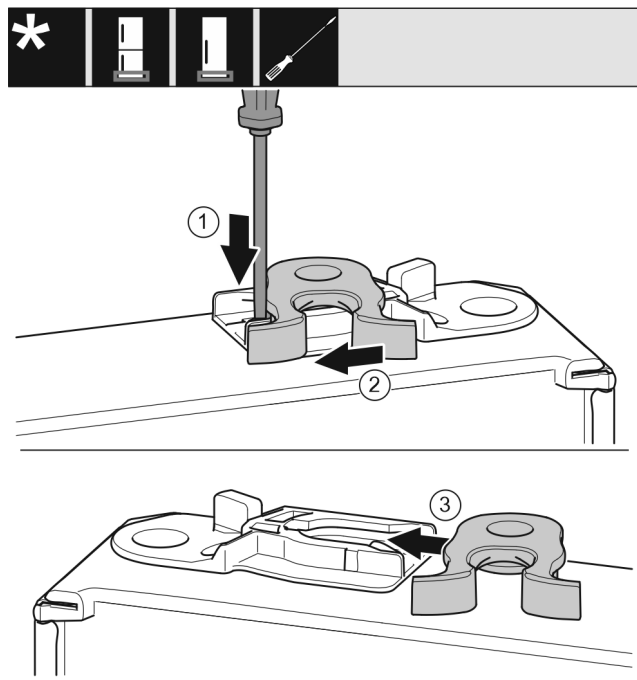

Fig. 18
- ▶ Πιέστε το αυτάκι με ίσιο κατσαβίδι προς τα κάτω. Fig. 18 (1)
- ▶ Τραβήξτε το άγκιστρο κλεισίματος από τον οδηγό. Fig. 18 (2)
- ▶ Ωθήστε το άγκιστρο κλεισίματος στην άλλη πλευρά στον οδηγό. Fig. 18 (3)